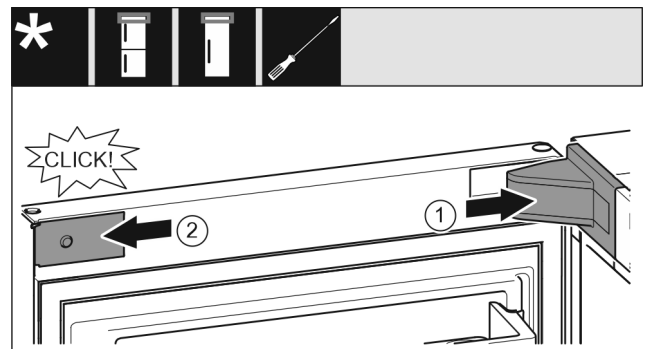

Fig. 20
- ▶ Uzlieciet un nofiksējiet gultņa balsta pārsegu, ja nepieciešams, uzmanīgi atspiediet. Fig. 20 (1)
- ▶ Pielieciet un nofiksējiet sānos aizsegu. Fig. 20 (2)